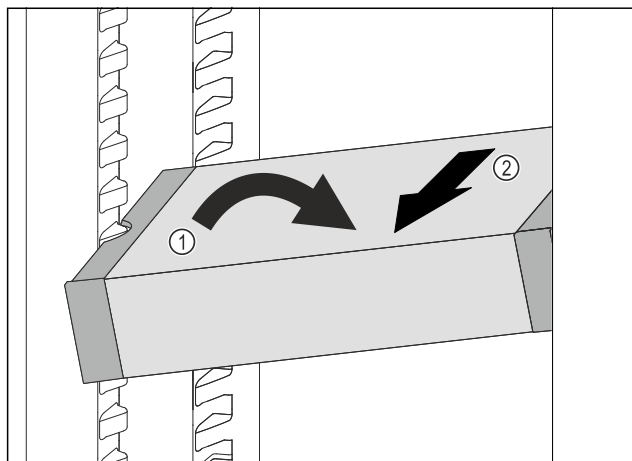

Fig. 58
- ▶ Predal VarioSafe postavite v hladilniku postrani. Fig. 58 (1)
- ▶ Predal VarioSafe izvlecite v smeri naprej. Fig. 58 (2)